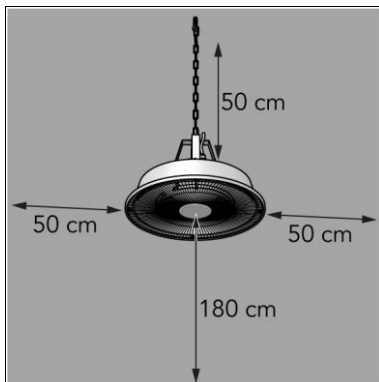

Figure 6
1. Placez l'appareil en respectant une distance minimale (figure 6) de: